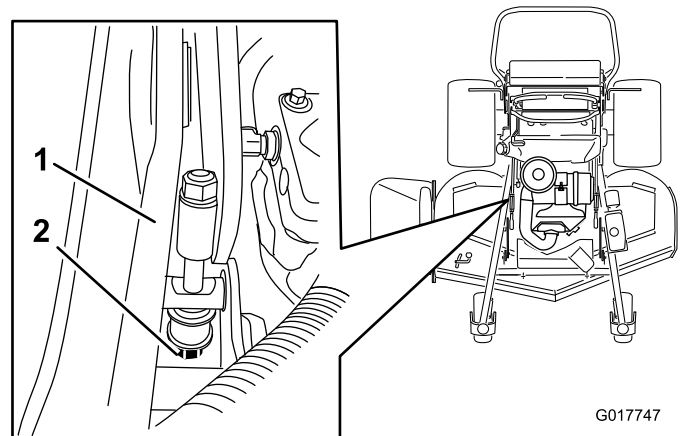

Figura 98
5. Si la medida no es correcta, localice la varilla de ajuste de la altura de corte en el lado derecho de la máquina (Figura 98).
6. Ajuste el perno de ajuste hasta obtener la distancia correcta de 7.6 mm (3 pulgadas), según se muestra en Figura 98.